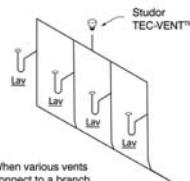

Figure 1 A single bathroom group wet vent can terminate to a TEC-VENT™
- The TEC-VENT must be installed in a vertical plumb position a minimum of four (4") inches above the horizontal branch drain or fixture drain being vented (see fig. 1). Install at finish in an accessible location that permits free movement of air into the valve.
- El TEC-VENT debe ser instalado en una posición perfectamente vertical y a 100mm como mínimo por encima de la línea horizontal del desagüe de ramificación o de instalación fija que va a ser ventilada (ver fig. 1). Instale al final en un sitio accesible que permita que el aire se mueva libremente por la válvula.